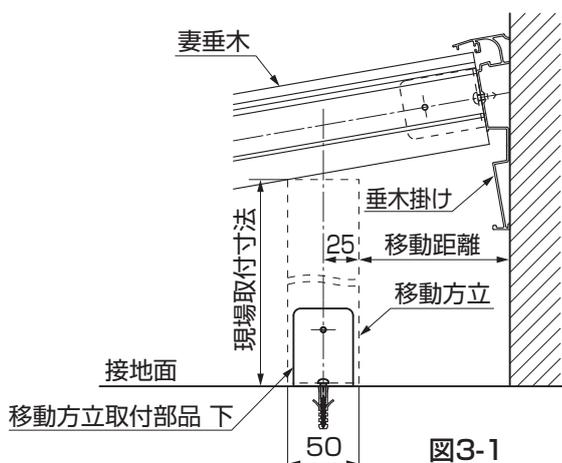
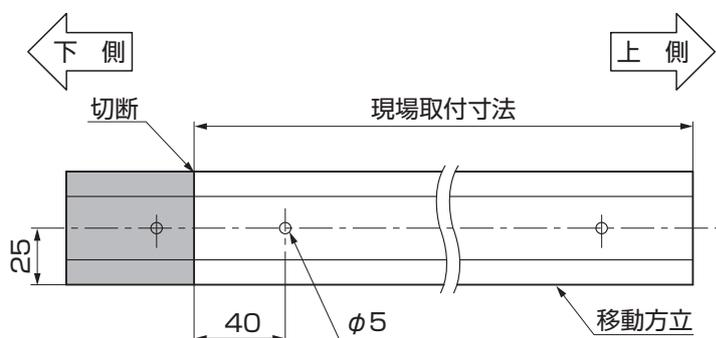

図3-1
図4-1
- ①「2. 規格寸法」で採寸した寸法を元に図3-1を参照して、移動方立取付部品 下の取付け位置を決めてください。
- ②移動方立取付部品 下を土間またはデッキに【1-2】、【1-3】で取付けてください。
- ①移動方立の下側を現場取付寸法に合わせて切断してください。(図3-1、図4-1参照)
- ②移動方立の下側にφ5の孔をあけてください。(図4-1参照)